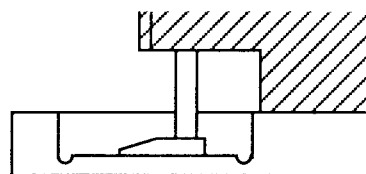

Fig. 26
- Höhenmeßuhr so auf die Einstellplatte legen, daß deren Meßfuß im ausgearbeiteten Teil der Einstellplatte aufsitzt (Fig. 26).
- Place the Dial Height Gauge onto the Post Adjustment Plate so that the measuring probe of the Dial Height Gauge locates into the cut-out provided on the Post Adjustment Plate (Fig. 26).